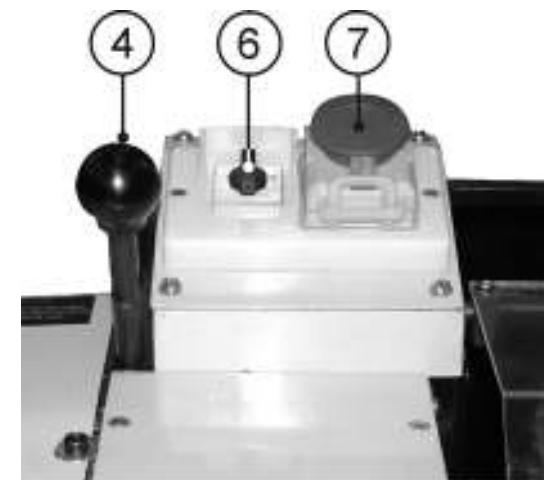

Рис. 14
10.2.2. Нажмите красную кнопку аварийного выключателя (7). Сдвиньте ее в направлении от себя, как показано стрелкой на кнопке аварийного выключателя (7). Откройте крышку аварийного выключателя (7) после нажатия на зелёную кнопку, при условии, что защитный щиток (31) опущен (установлено устройство отключения), и переключатель направления вращения шпинделья (6) установлен в одно из положений направления вращения шпинделья. Станок включится (начнёт вращаться шпиндель). Рис.14.
10.2.4. Направление вращения шпинделья определяется положением переключателя направления вращения шпинделья (6), Рис.14.